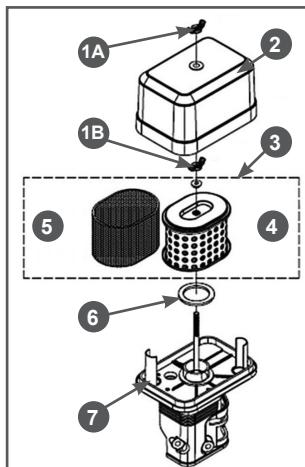

Рис. 25 Обслуживание воздушного фильтра (двойной фильтрующий элемент)
1. Открутите барашковую гайку 1A и снимите крышку 2 воздушного фильтра (Рис. 25).
2. Открутите барашковую гайку 1B и извлеките из корпуса воздушный фильтр 3 в сборе (Рис. 25).
3. Проверьте целостность и чистоту фильтрующих элементов. Поролоновый (предварительный) фильтрующий элемент 5 установлен на корпусе бумажного фильтрующего элемента 4 (Рис. 25).
4. При незначительном загрязнении промойте поролоновый фильтрующий элемент 5 (Рис. 25) теплым мыльным раствором и просушите. Поврежденный или сильно загрязненный поролоновый фильтрующий элемент замените.
- Произведите очистку крышки 2 и корпуса 7 воздушного фильтра (Рис. 25), не допуская попадания пыли и грязи в воздуховод, ведущий к карбюратору.
- Перед установкой воздушного фильтра 3 убедитесь, что уплотнительное кольцо 6 воздушного фильтра находится на месте и не имеет повреждений (Рис. 25).